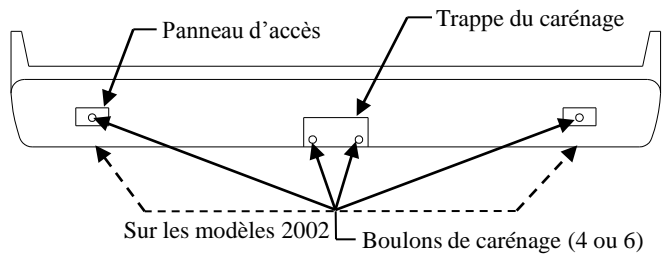

Figure 1
1. Ôter quatre (4) ou six (6) boulons du carénage arrière (Figure 1) et retirer le carénage.